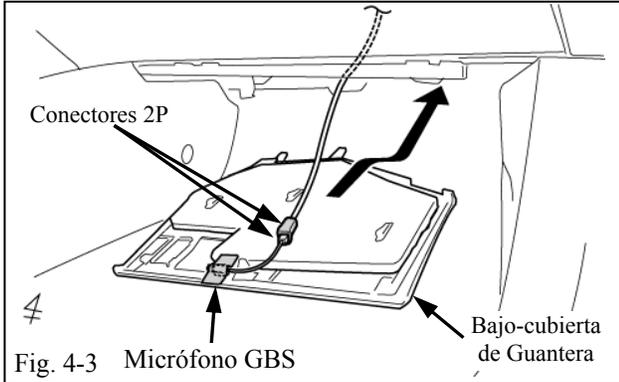

Fig. 4-3
- (e) Enchufe el Conector 2P del Arnés V2 al Conector 2P del Micrófono GBS. (Fig. 4-3)
- (f) Reinstale la bajo-cubierta de la Guanterera. (Fig. 4-3)